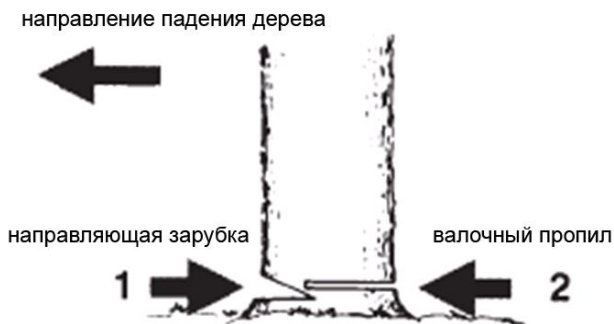

Рис. 15
3. Со стороны планируемого падения дерева сделайте направляющую зарубку (рис. 15) на глубину около 1/3 ствола и ширину около 80% диаметра. Зарубку должна иметь клиновидную форму и находиться как можно ближе к поверхности земли. Чем ниже Вы сделаете зарубку, тем более безопасно и управляемо будет падать дерево. Делайте зарубку в два движения – верхний пропил и нижний подпил.
4. С противоположной стороны необходимо сделать валочный пропил (рис. 15). Валочный пропил должен быть сделан немного выше направляющей зарубки с противоположной стороны дерева. Между направляющей зарубкой и валочным пропилом необходимо оставить недопил - часть нетронутой древесины (около 1/10 диаметра ствола).